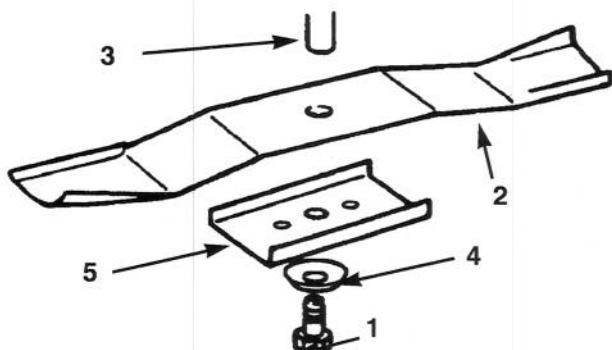

Fig. 36
3. Togliere il bullone (chiave 5/8"), la rondella curva e la lama (Fig. 36). Quando si toglie il bullone si può bloccare la lama inserendo un blocco di legno fra la lama ed il tosaerba.
- Montate la lama, il fermo, la rondella curva (lato a tazza verso la lama) ed il bullone della lama (Fig. 36).